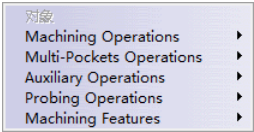

图 2-7 “插入”菜单
(2) “插入”菜单 选择菜单栏上的“插入”命令，弹出“插入”菜单，如图 2-7 所示。